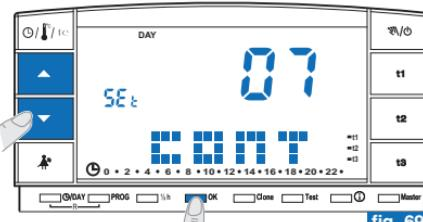
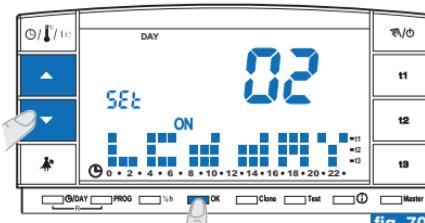
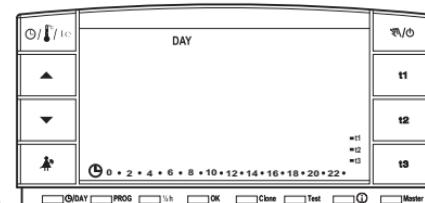
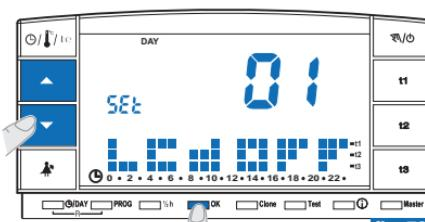

fig. 69
fig. 70
fig. 71
fig. 72
- Modificare il valore di contrasto selezionato utilizzando i tasti ▲▼; ad ogni impulso corrisponde una variazione di 1 punto (esempio in fig. 69).
- Dalla videata di visualizzazione del contrasto del display (esempio in fig. 69) premere i tasti **▲▼** per visualizzare il livello **“02 LCD dAY”** (esempio in fig. 70).
*Nota: è possibile tornare al programma normale senza nessuna impostazione attendendo il time out (3 minuti) o premendo il tasto **①**.*
- Premere il tasto **OK** per impostare lo spegnimento del display dalle ore 0:00 alle ore 6:00 (esempio in fig. 71).
- Dalla videata di visualizzazione del contrasto del display (esempio in fig. 69) premere i tasti **▲▼** per visualizzare il livello **“01 LCD OFF”** (esempio in fig. 72).
- Premere il tasto **OK** per impostare lo spegnimento totale del display: dopo 3 minuti si ottiene lo spegnimento del display durante tutte le 24 ore di tutti i giorni (es. in fig. 71).